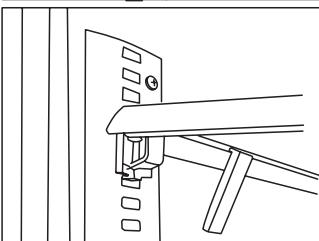

Abb. 9C
4. Die Tragarme müssen in derselben Höhe angebracht sein, damit der Einlegeboden waagerecht liegt (Abb. 9C).